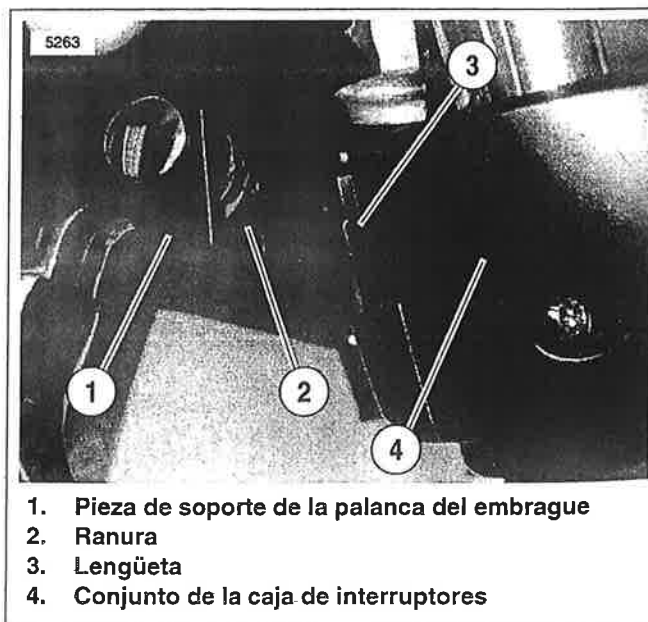

Figura 7-56. Ajuste de la pieza de soporte de la palanca de embrague en las cajas de interruptores del manillar izquierdo
5. Vea la Figura 7-56. Coloque el conjunto de la palanca manual del embrague en el lado de adentro del montaje de la caja de interruptores, enganchando la lengüeta (3) de la caja inferior de interruptores en la ranura (2) en el lado inferior de la pieza de soporte de la palanca del embrague.